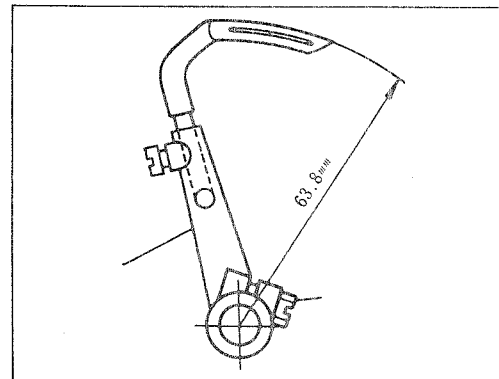

Fig. 17
- a) Chain looper height (Fig. 17)